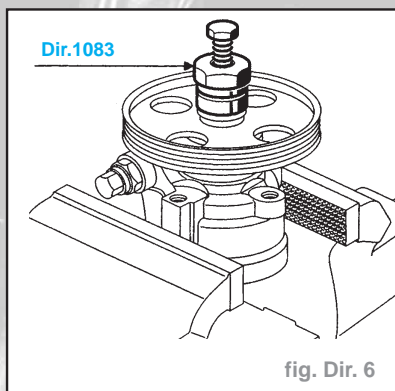

fig. Dir. 6
- Reposer la poulie à l'aide de l'outil Dir. 1083 (fig. Dir. 6).